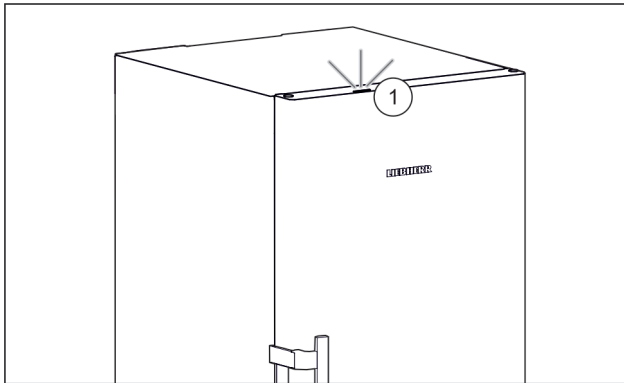

Fig. 51 Aktives Statuslicht bei geschlossener Tür
- ▷ Statuslicht Fig. 51 (1) ist aktiviert.